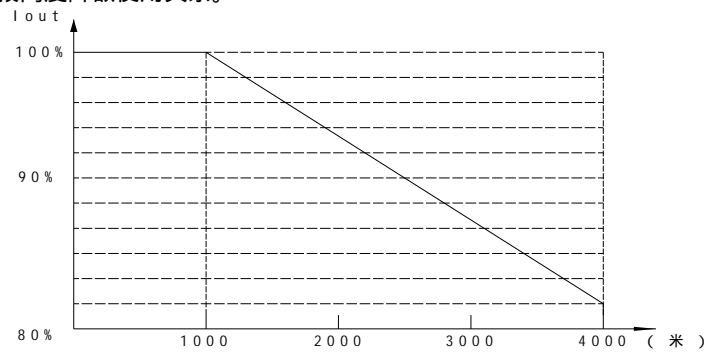

图 1-3 变频器额定输出电流与海拔高度降额使用关系
1.3.13 在海拔超过 1000 米的地区，由于空气稀薄而使变频器散热效率降低，需降额使用。下图 1-3 所示为变频器额定输出电流与海